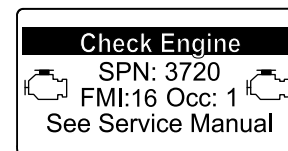

Figura 50
- Avvertenza motore SPN 3720, FMI 16 (Figura 50)